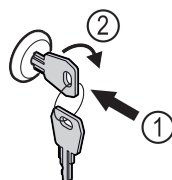

Fig. 94
- ▶ Inserire la chiave Fig. 94 (1).
- ▶ Ruotare la chiave di 90° in senso orario Fig. 94 (2).